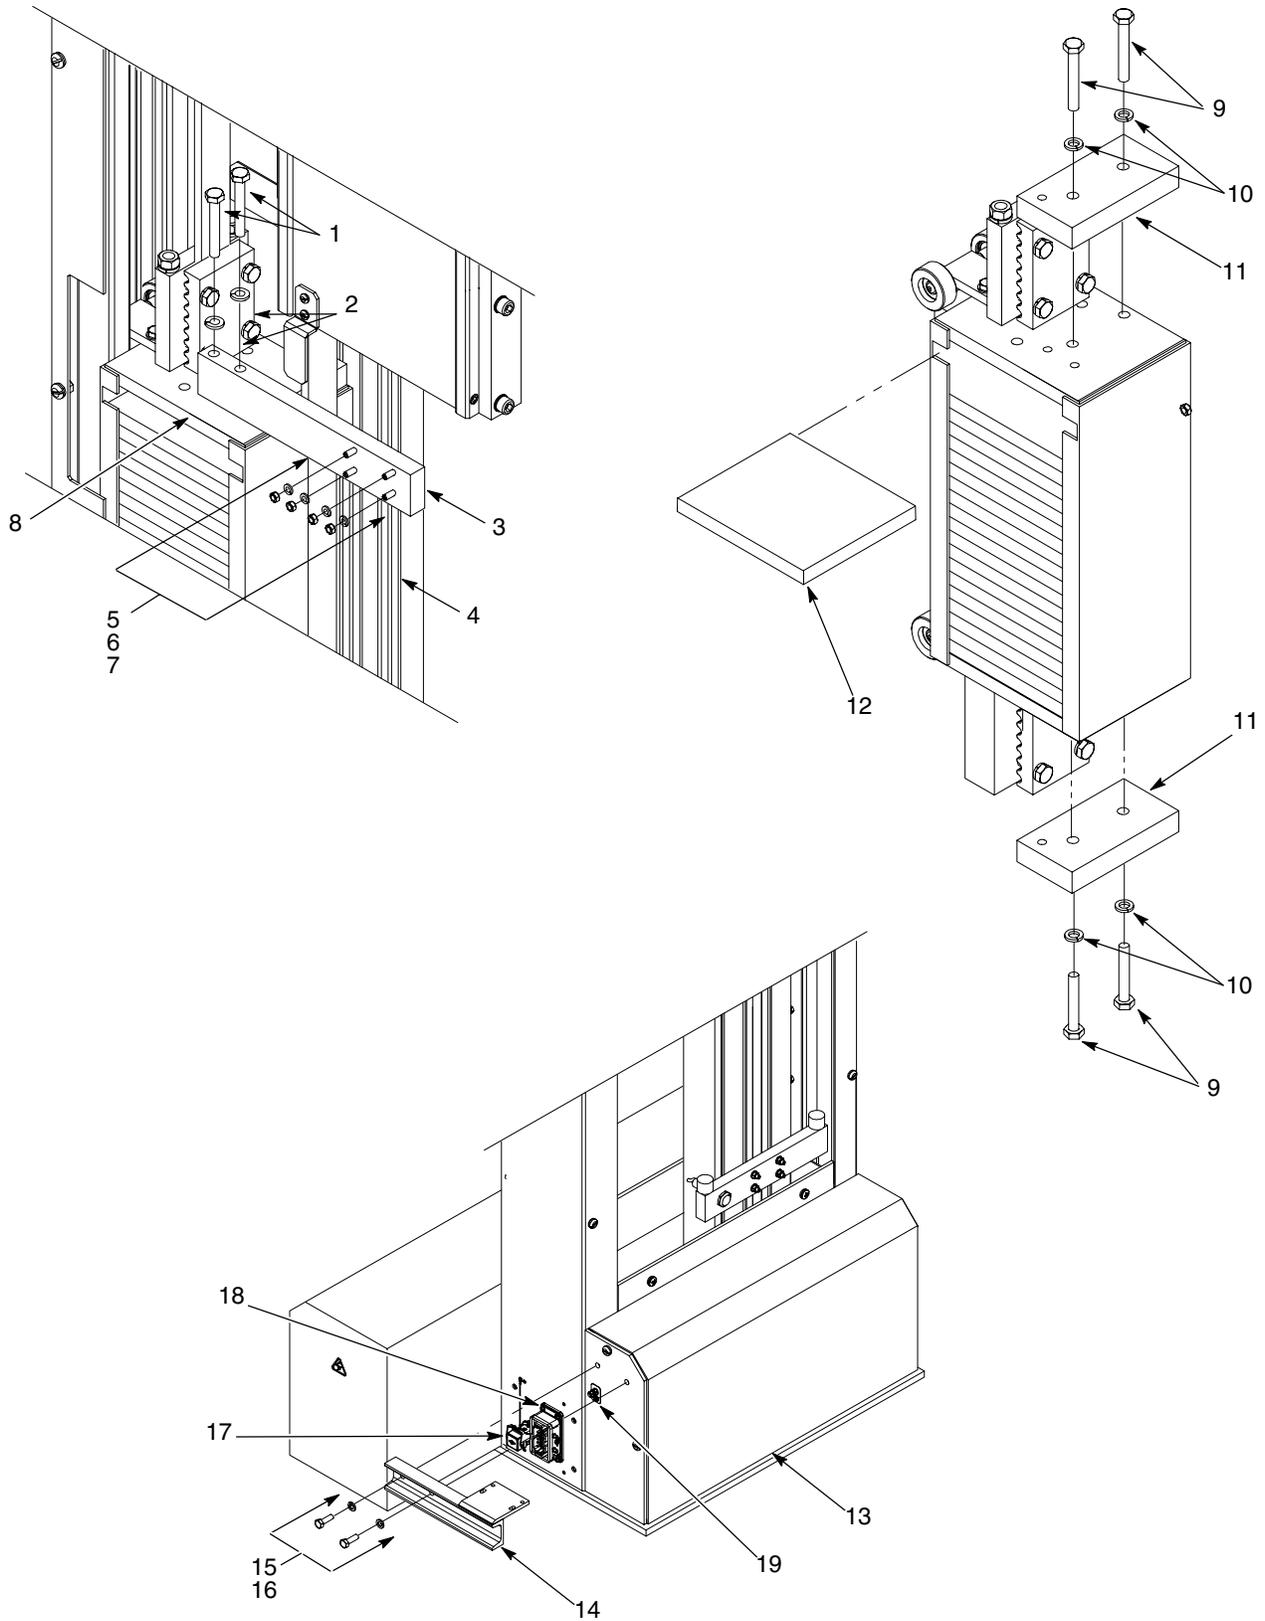

Fig. 5 Installation des composants fournis
1. Voir la figure 5. Retirer les vis (1) et les rondelles freins (2) qui fixent le bras de verrouillage du chariot (3) à la cage à contrepoids (8).
2. Retirer les écrous (6) et les rondelles (6) des boulons pour rainure en T (7). Retirer les boulons pour rainure en T de la piste du pistolet (4).
3. Insérer les contrepoids du chariot (12) dans leur cage (8).
4. Monter le support de la chaîne de câble (14) sur le mécanisme de va-et-vient (13) à l'aide des vis (15) et des rondelles (16). Serrer fermement les vis.
**REMARQUE :** Si les contrepoids sont insuffisants pour équilibrer les pistolets et leurs barres, deux contrepoids supplémentaires (11) fournis avec le mécanisme de va-et-vient peuvent être montés dans la cage à contrepoids (8). Les poids supplémentaires sont nécessaires lorsque la charge utile formée par les pistolets est comprise entre 76 et 80 kg (167,5 et 176,4 lb)
5. Au besoin, installer les poids supplémentaires (11) sur la cage à contrepoids (8) en utilisant les vis M8 x 40 (9) et les rondelles (10) fournies. Serrer fermement les vis.
4. Voir la figure 5. Raccorder le câble moteur/contrôleur au connecteur du moteur (17) qui se trouve à l'arrière du mécanisme de va-et-vient.
5. Raccorder le câble capteur / interface codeur-contrôleur au connecteur du capteur (18) qui se trouve à l'arrière du mécanisme de va-et-vient.
6. Raccorder un fil de mise à la terre entre le châssis de la cabine de pulvérisation et la borne de terre (19). Ce fil de terre peut également être raccordé à la borne de terre de la base du positionneur d'entrée/sortie.